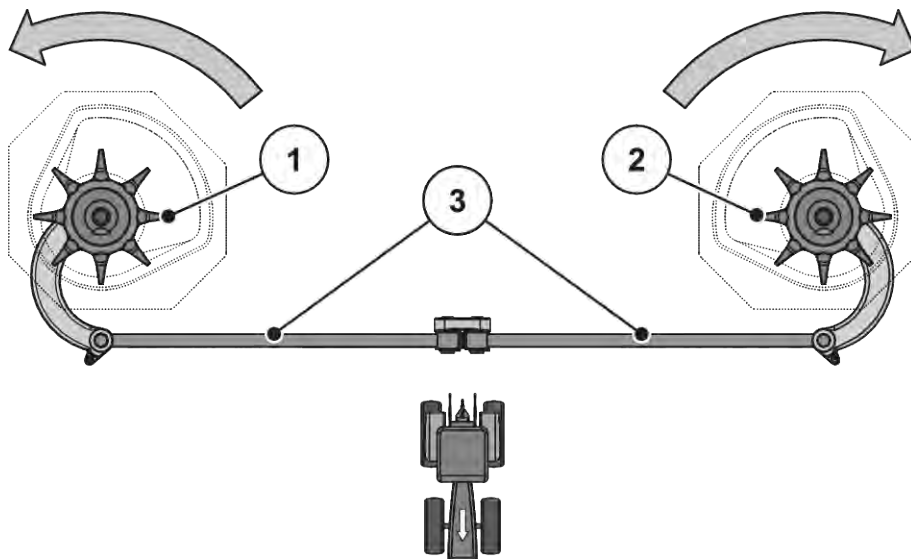

Fig. 54: Kontrol af røreværksdrevet
- Drej rørehovedet med hånden i **spredskivens rotationsretning**. Se Fig. 54 Kontrol af røreværksdrevet.
- Drej rørehovedet med hånden eller ved hjælp af et oliefilterbånd kraftigt **mod spredskivens rotationsretning**. Se Fig. 54 Kontrol af røreværksdrevet